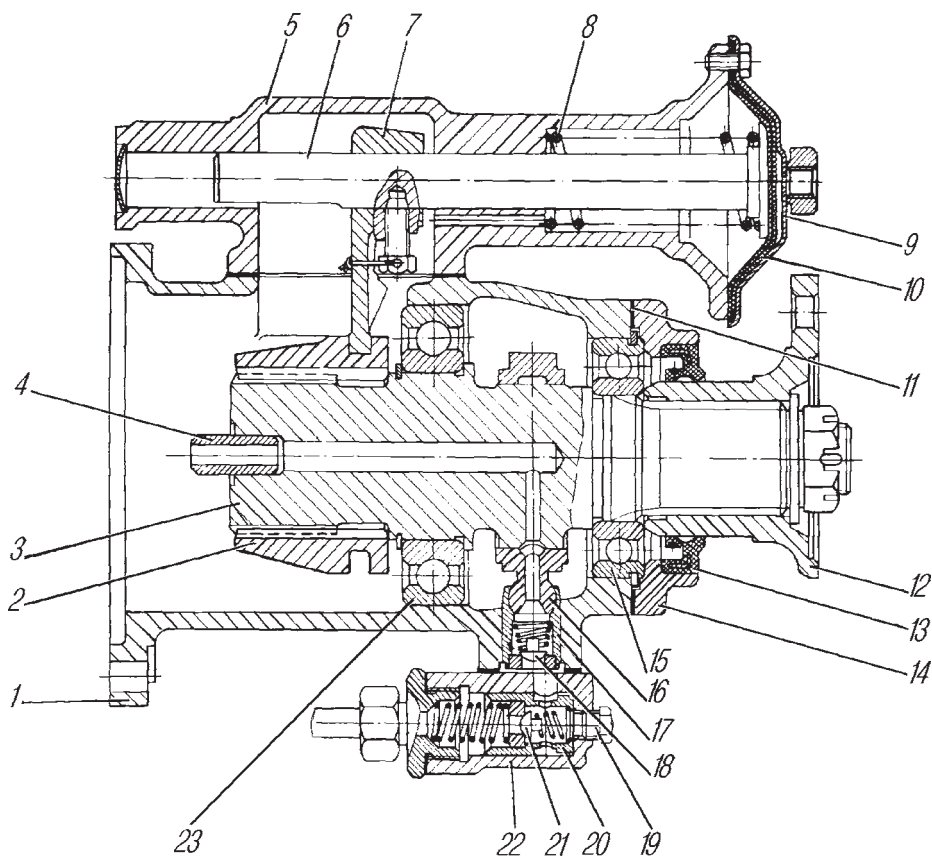

Рис. 110. Коробка дополнительного отбора мощности:
Отбор мощности производится от первичного вала раздаточной коробки через подвижную муфту 2 (рис. 110) и предназначен для привода лебедки и других агрегатов. Конструкция усиленной коробки аналогична.
- выверните пробку 19 (см. рис. 110) в корпусе насоса;